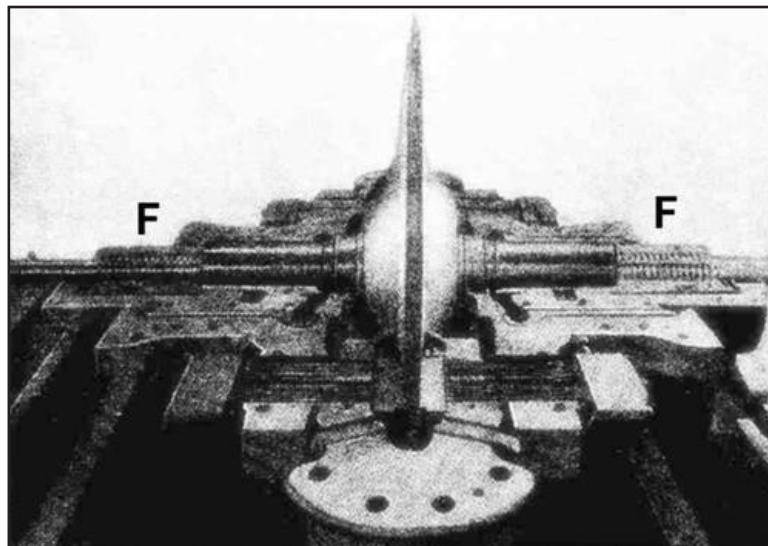
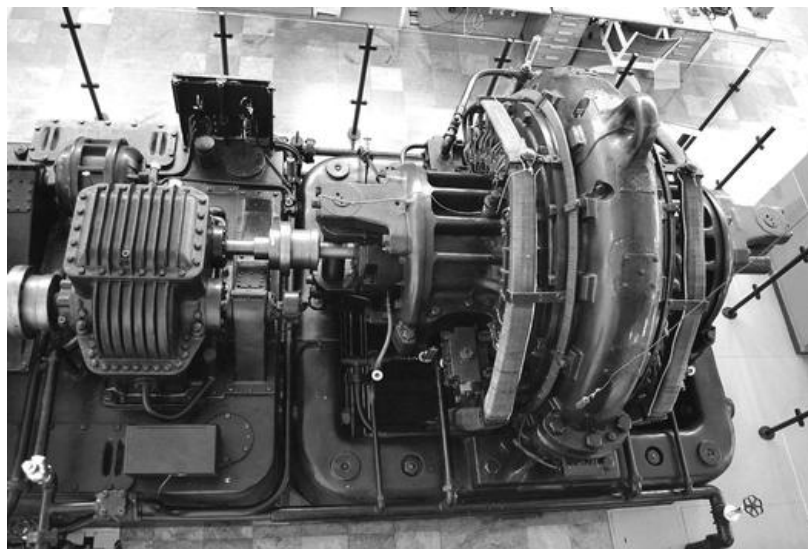
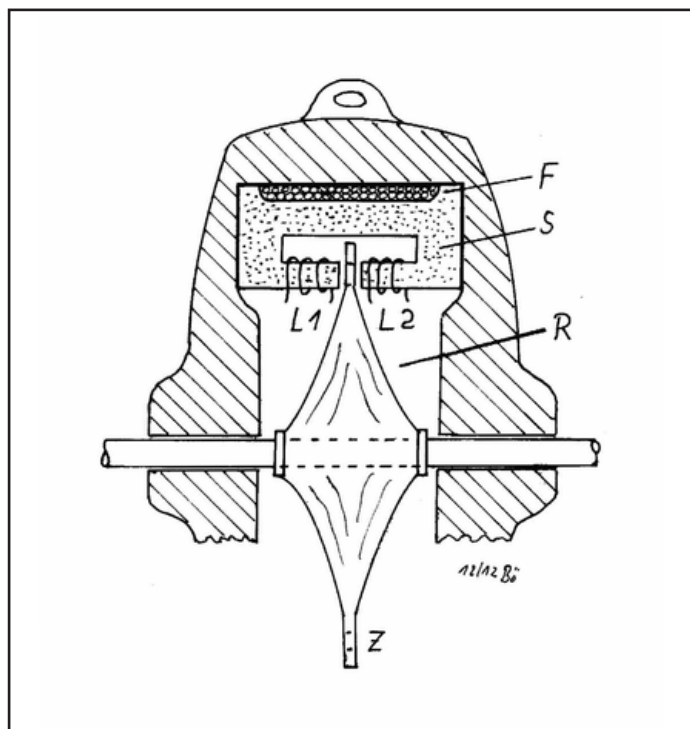
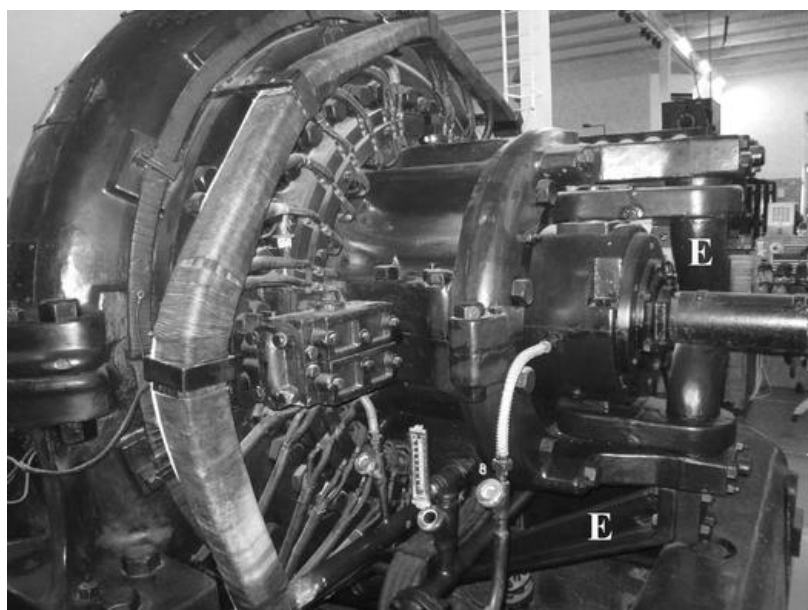

Bild 4: Der Rotor einer Alexanderson-HF-Maschine. Bild aus [3]
Bild 3: Der „Alternator“ mit dem Getriebe. Bild: O. Kjellgren
Bild 5: Aufbauprinzip eines Alexanderson-Generators. Bild: H.P. Bölke
Bild 6: Vorderansicht des „Alternators“. Bild: U. Gumpert
er besteht aus dem 500-PS- / 440-kW-Asynchron-Induktionsmotor im Vordergrund, der über ein Zahnradgetriebe den im Hintergrund sichtbaren 200-kW-Wechselstromgenerator, „Alternator“ genannt, antreibt. Der komplette Maschinensatz ist 6,50 m lang und 3,50 m breit, seine Masse beträgt 50 t. Bild 3 zeigt eine Seitenansicht des Alternators mit dem davor befindlichen Übersetzungsgetriebe, welches die genau auf 711,30 U/min, entsprechend 11,855 U/s, einregulierte Drehzahl des Motors im Verhältnis 2,973 auf rund 35,244 U/s bzw. rund 2100 U/Min. heraufsetzt. Mit dieser Drehzahl rotiert im Inneren des Generators eine aus massiven Stahl bestehende Scheibe von 1,6 m Durchmesser, deren Dicke in Richtung auf ihre Peripherie bis auf 7,5 cm stetig abnimmt. Ihre Form ist vergleichbar mit einem Diskus. Das historische Bild 4 aus [3] zeigt den Rotor einer Alexanderson-HF-Maschine. Weil die hohe Umfangsgeschwindigkeit des Rotors von 640 km/h große Fliehkräfte erzeugt, besitzt er keine Spulenwicklungen. Außerdem müsste der Rotor zum Erzeugen der gewünschten hohen Wechselstromfrequenz etwa 1.000 Pole aufweisen, die
dann nur eine Größe im Millimeterbereich hätten, hinzu kämen die Wicklungen sowie die erforderliche Isolation. Aus diesen Gründen hielten um 1910 Fachleute leistungsfähige Wechselstromgeneratoren für Frequenzen von 10 kHz und höher für technisch nicht realisierbar. ERNST ALEXANDERSON [2] erfand jedoch eine Lösung des Problems: Bild 5 zeigt stark vereinfacht den inneren Aufbau des Alternators: In dem aus zwei Halbschalen bestehenden Gussstahlgehäuse befindet sich das aus einzelnen Dynamoblechen zusammengesetzte Statorpaket (S), welches im unteren Teil zu jeweils gegenüberliegenden Polschuhen ausläuft. In dem engen Luftspalt zwischen diesen Polen dreht sich der Rotor (R). Dabei beträgt der Abstand zwischen Stator und Rotorscheibe auf beiden Seiten nur 0,4 mm! Im Grimeton-Generator gibt es auf jeder Seite des Rotors jeweils 32 Statoren, die zu je acht zusammengefasst gleichmäßig über 360° verteilt angeordnet sind. Jeder Stator trägt eine Spule (L1 bzw. L2). Die Anschlüsse der Spulen sind zu insgesamt vier Gruppen verbunden und werden über Kabel nach außen geführt. Auf Bild 6 sind diese gebündelten Kabel gut zu erkennen. Im oberen Teil trägt das Statorpaket eine von Gleichstrom durchflossene Spule (F in Bild 5), die ein starkes Magnetfeld erzeugt. Die ohmschen Verluste in dieser Spule und insbesondere die schnellen Änderungen des Magnetfeldes während des Betriebes führen zu einer starken Erwärmung des Statorpaketes: Dieses muss deswegen über eingebaute Rohrleitungen ständig mit Wasser
Eine Umdrehung des Rotors erzeugt 488 Schwingungen. Da er sich, wie weiter oben gezeigt wurde, in jeder Sekunde rund 35,244 mal dreht, beträgt somit die Frequenz $488 \times 35,244 = 17\,199,072$ Hz bzw. rund 17,2 kHz. Der bereits erwähnte kleine Luftspalt von nur 0,4 mm zwischen dem Rotor und den Statoren kann durch eine besondere Vorrichtung („F“ in Bild 6) genau eingestellt werden, dabei wird die Achse des Alternators um geringe Beträge horizontal verschoben. Starke Federn („F“ in Bild 4) verhindern danach jegliches axiales Spiel.